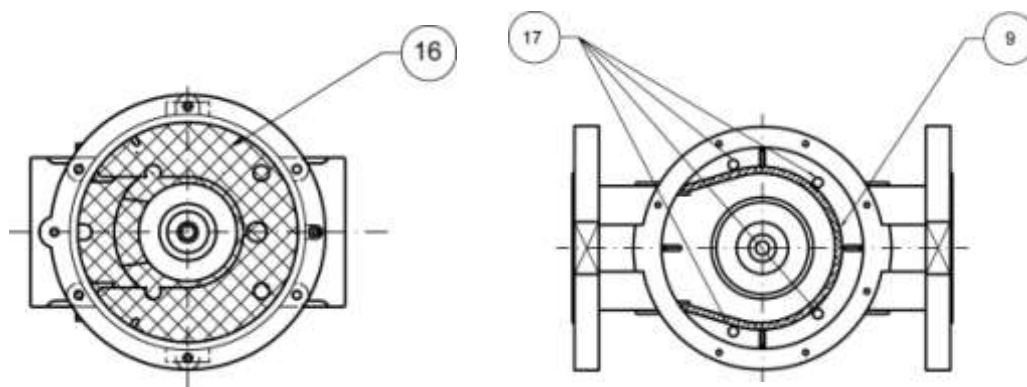

Рис. 11
DN 125 – DN 200 (см. рис. 1): при помощи отвертки отпустить винты крепления (9), осторожно снять с корпуса (5) крышку (2), проверить состояние затвора и при необходимости заменить резиновую прокладку (3). Затем прочистить или продуть фильтрующий элемент (16) либо заменить его при необходимости (правильное положение фильтрующего элемента показано на рис. 11) и собрать устройство, выполняя обратную последовательность действий.
DN 65 ÷ DN 300 (см. рис. 3): при помощи отвертки отпустить винты крепления (3), осторожно снять с корпуса (5) крышку (2), проверить состояние затвора (11) и при необходимости заменить резиновую прокладку (10). Затем прочистить или продуть фильтрующий элемент (9) либо заменить его при необходимости (правильное положение фильтрующего элемента показано на рис. 11 и 12) и собрать устройство, выполняя обратную последовательность действий.